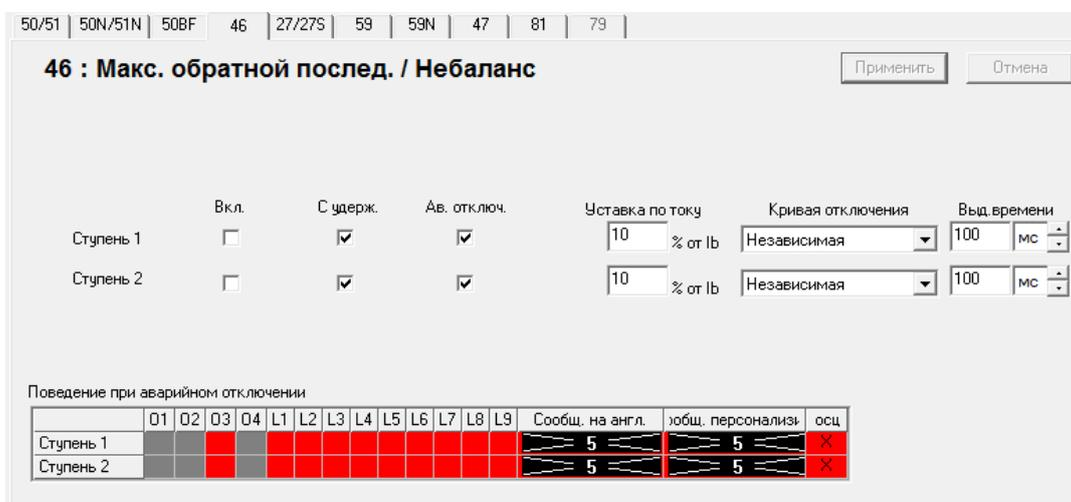

Рис. 5.9. Окно настройки МТЗ обратной последовательности
- Максимальная токовая защита обратной последовательности / небаланс – 46 (рис. 5.9).
На экране (рис. 5.9):